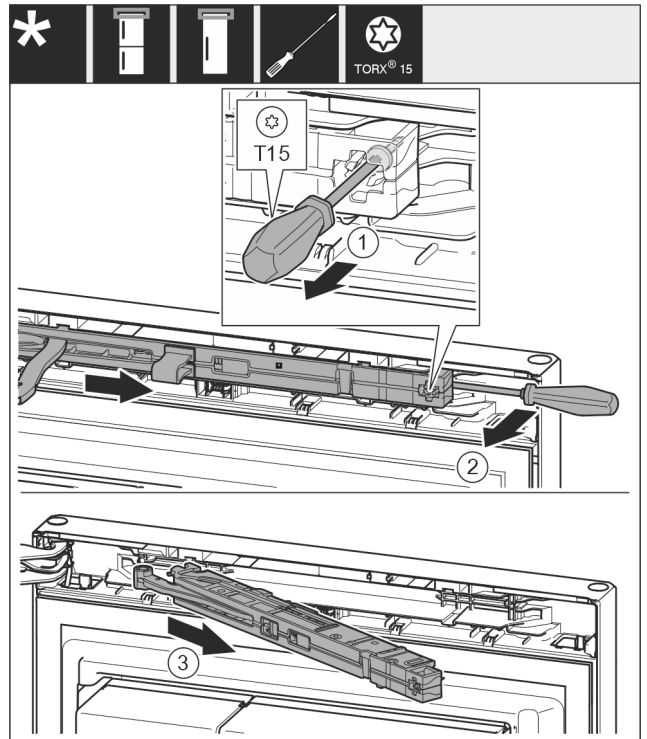

Fig. 10
- ▶ Avaa sulkuvaimenninyksikön ruuvia T15-ruuvimeisselillä noin 14 mm. Fig. 10 (1)
- ▶ Vie ruuvimeisseli kahvan puolella sulkuvaimenninyksikön taakse ja kierrä yksikköä eteenpäin. Fig. 10 (2)
- ▶ Vedä sulkuvaimenninyksikkö ulos. Fig. 10 (3)